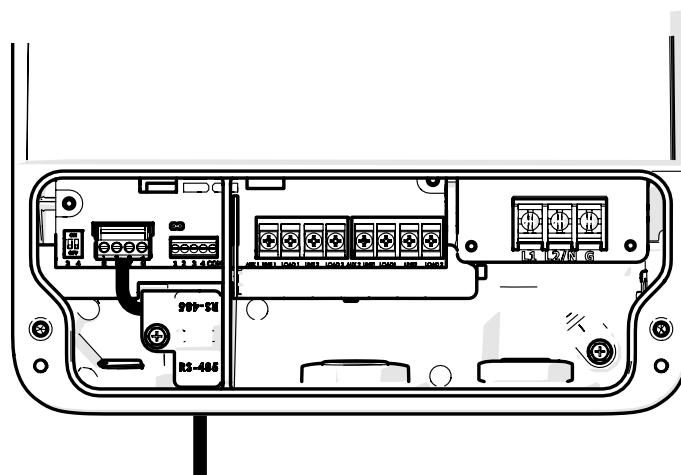

Figure 8. Port de connexion rapide RS-485 avec câblage
En plus d'être correctement mis à la terre tel que décrit dans la section *Câblage électrique* et conformément aux exigences du National Electrical Code (NEC), ou au Canada le Code Canadien de l'électricité (CCE), le moteur de la pompe doit être relié aux pièces métalliques de la piscine, du spa ou de la cuve thermale et à tous les composants et équipement électrique avec le système de circulation d'eau de la piscine ou du spa. La liaison doit être réalisée à l'aide d'un conducteur en cuivre massif, calibre AWG n° 8 ou plus gros. Au Canada, il faut utiliser du AWG n° 6 ou plus gros. Relier le moteur en utilisant la languette de liaison externe fournie sur le cadre du moteur. Voir la Figure 8.
- Port de connexion rapide RS-485 (Reportez-vous à la Figure 8)
Veuillez vous reporter à la figure 8 pour les instructions de câblage RS485.